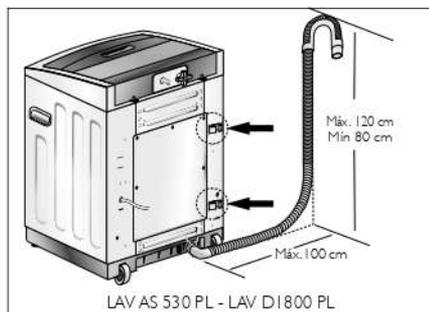

Figura 12
- Según el modelo, la lavadora está diseñada para descargar el agua a las alturas descritas en la figura 12 y 13.